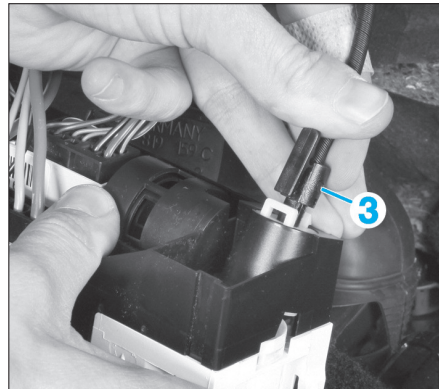

FIG. 20
• Déconnecter le câble (3) (Fig.20).